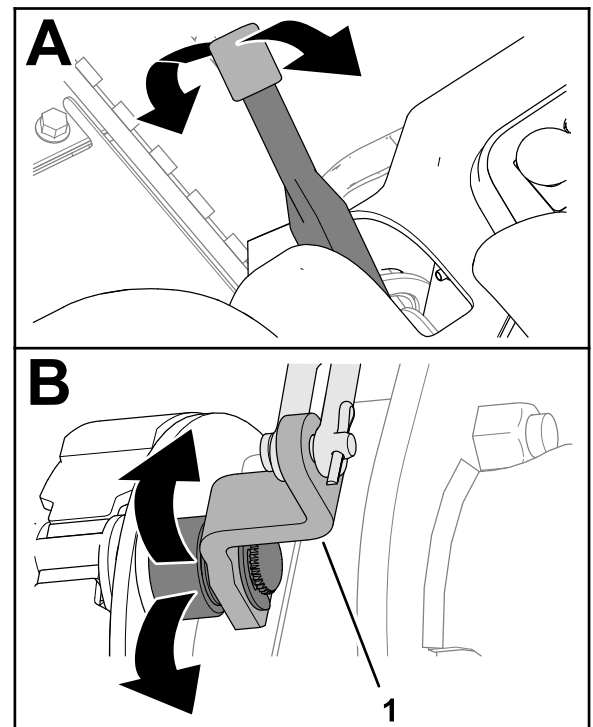

Figura 83
2. Mueva la palanca del freno de estacionamiento hacia arriba y hacia abajo para comprobar que la leva del freno se mueve libremente (Figura 83).